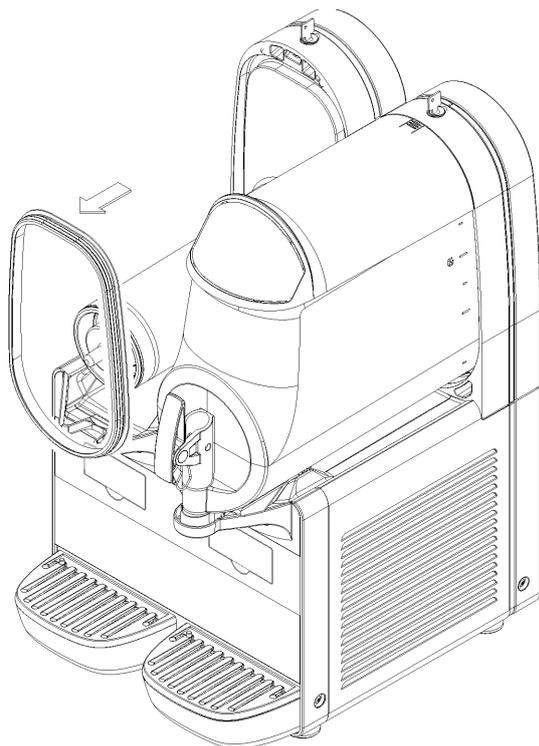

figura 13
**4** Togliere la guarnizione dalla apposita sede (vedere figura 13).